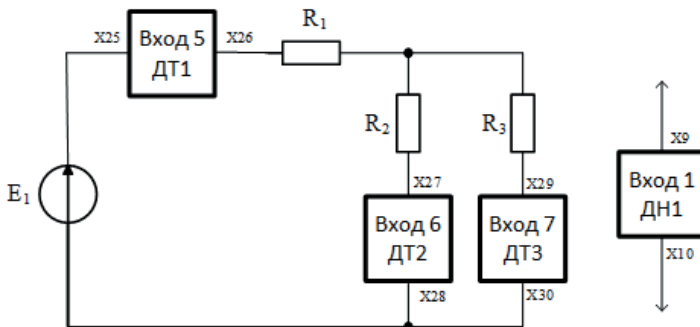

Рис.3
3.11. Собрать линейную цепь со смешанным соединением резисторов (рис.3).